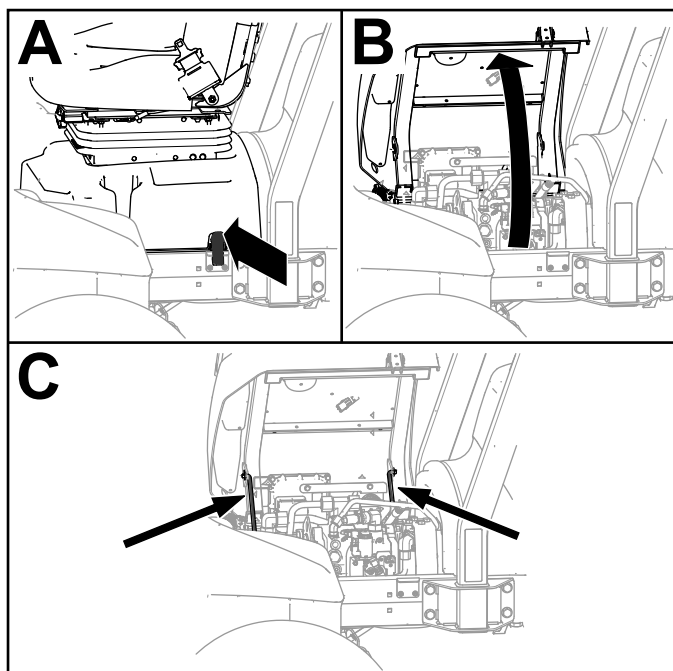

図 4
1. シートベースのラッチを外す **図 4**のA。
2. シートとベースを傾けて開く (**図 4**の B)。
3. 支柱ロッドで支える **図 4**のC。